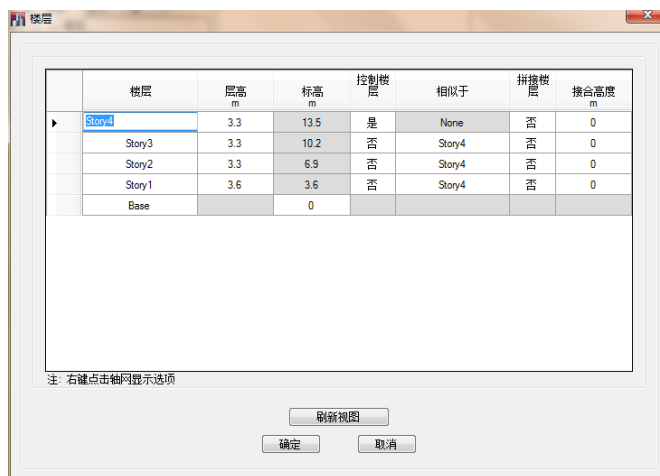

图 3-11 楼层对话框
2. 右击**楼层**，在出现的菜单中选择**编辑楼层**，弹出**楼层**对话框，如图 3-11 所示。注意该对话框中的**控制楼层**和**相似于**两列。控制楼层与相似于它的楼层共同构成相似层，两者的地位是相同的。在其中任意一层进行的选择、指定、绘制操作都将应用到其他各层。